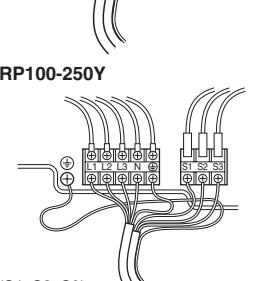

Fig. 6-2
### 6.1. Outdoor unit (Fig. 6-1, Fig. 6-2)
① Remova o painel de manutenção.
② Ligue os cabos consultando a Fig. 6-1 e a Fig. 6-2.